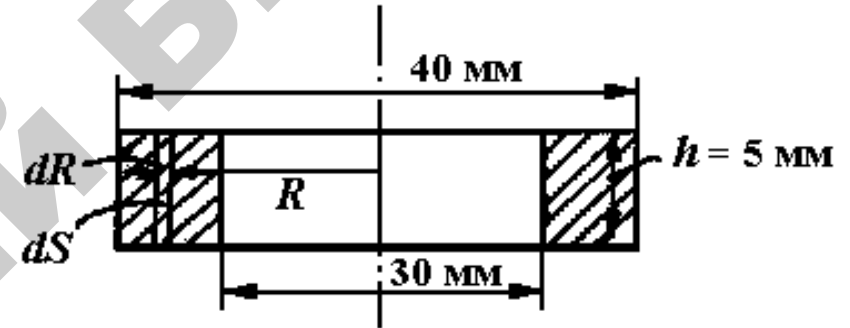

Рис. 9.2
9.3.3. На тороид, указанный на рис. 9.2, из ферромагнитного материала с  $\mu_r = 1000$  нанесены равномерно две однослойные обмотки с числами витков  $w_1 = 20$  и  $w_2 = 200$ . Определить собственную индуктивность каждой обмотки и взаимную индуктивность.